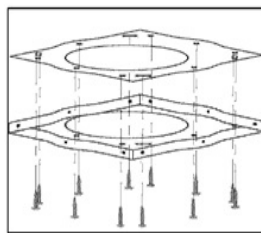

Fig.9
- Marque os 4 pontos no centro dos furos oblongos, fure as posições marcadas e fixe o suporte, usando as 4 buchas e parafusos que acompanham o produto (Fig.9);
- Marcar no teto a posição dos 8 parafusos. Fure as posições marcadas e fixe o suporte usando as buchas e parafusos que acompanham o produto (Fig.9);